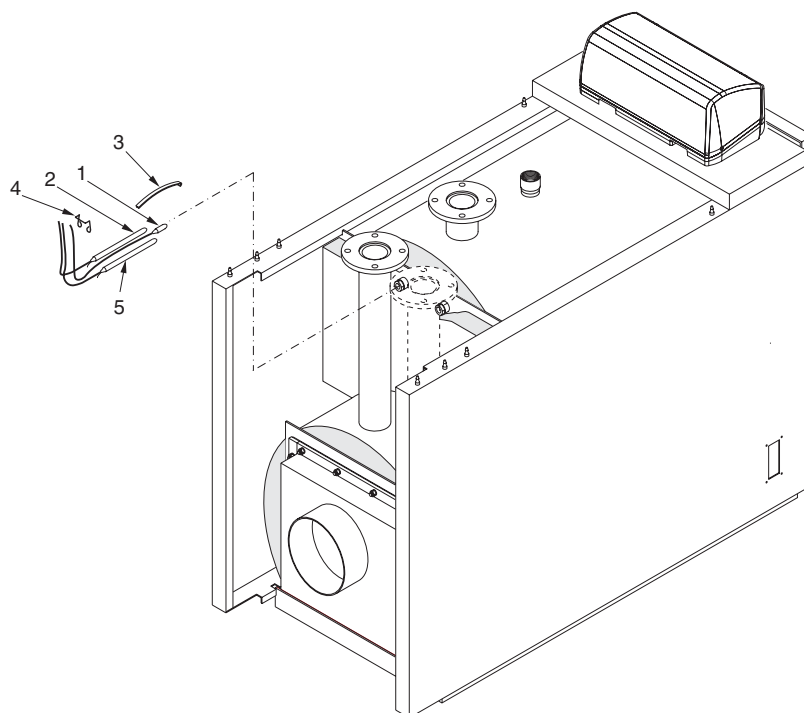

fig. 21
- G) Insérer dans le(s) doigt(s) de gant supérieur(s) les bulbes des sondes de régulation comme indiqué dans la fig. 21 et effectuer ensuite les raccordements électriques (alimentation 230V-50Hz, brûleur, pompes...). Refermer ensuite le tableau de commande. Faire passer la fiche d'alimentation du brûleur à travers la petite plaque latérale (pos. 12) située sur le côté par lequel on veut sortir et bloquer ensuite le câble au moyen du passe-câble fourni à cet effet.
- A) Mettre en place les manteaux isolants (pos. 1 et 2) autour du corps de chauffe et les fixer ensuite au moyen des agrafes élastiques (pos. 3) s'accrochant simplement sur le tissu externe de ce dernier.
- B) Mettre en place le panneau isolant postérieur (pos. 4).
- C) Ouvrir la porte foyère de la chaudière et mettre en place le calorifuge antérieur (pos. 5) en introduisant les charnières dans les pré-découpes prévues à cet effet.
- D) Mettre en place les panneaux latéraux (pos. 6 et 7) avec leur pliure inférieure insérée dans les profilés en "L" soudés à la base du corps de chauffe et faire porter leur partie supérieure dans les encoches prévues à cet effet. Pour déterminer lequel des panneaux est le droit ou le gauche, se référer aux orifices prévus pour le passage des câbles qui devront toujours se retrouver sur l'avant de ces mêmes panneaux.
- E) Fixer le profilé antérieur inférieur de renfort (pos. 8) sur la face externe antérieure des panneaux latéraux (pos. 6 et 7).
- F) Tourner vers l'avant le couvercle du tableau de commande après avoir retiré au préalable les 2 vis latérales de maintien de celui-ci et introduire dans les orifices prévus à la base de ce même tableau les câbles électriques et les capillaires des thermostats. Fixer le tableau de commande sur le panneau supérieur de l'habillage (pos. 9). Faire reposer le panneau supérieur (pos. 9), avec le tableau de commande fixé dessus, sur les deux côtés de l'habillage.
- G) Insérer dans le(s) doigt(s) de gant supérieur(s) les bulbes des sondes de régulation comme indiqué dans la fig. 21 et effectuer ensuite les raccordements électriques (alimentation 230V-50Hz, brûleur, pompes...). Refermer ensuite le tableau de commande. Faire passer la fiche d'alimentation du brûleur à travers la petite plaque latérale (pos. 16) située sur le côté par lequel on veut sortir et bloquer ensuite le câble au moyen du passe-câble fourni à cet effet. Fixer les petites plaques (pos. 16) sur les côtés de l'habillage.
- H) Mettre en place, puis fixer les panneaux postérieurs (pos. 13 et 14) sur la partie arrière des deux panneaux latéraux (pos. 6 et 7). Fixer les serre-câbles (pos. 15) sur le panneau postérieur supérieur (pos. 14). Bloquer les câbles électriques sortant de la chaudière au moyen des serre-câbles prévus à cet effet, en les serrant modérément.
- I) Mettre en position le panneau supérieur postérieur (pos. 10), puis emboîter celui-ci sur les panneaux latéraux (pos. 6 et 7).
- J) Mettre en position les panneaux longitudinaux supérieurs (pos. 11 et 12), puis emboîter ceux-ci sur les panneaux latéraux (pos. 6 et 7).
- H) Insérer dans le(s) doigt(s) de gant supérieur(s) les bulbes des sondes de régulation comme indiqué dans la fig. 21 et effectuer ensuite les raccordements électriques (alimentation 230V-50Hz, brûleur, pompes...). Refermer ensuite le tableau de commande.